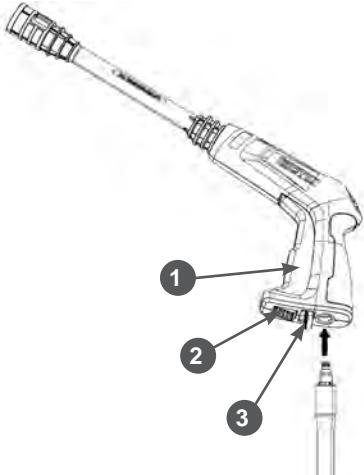
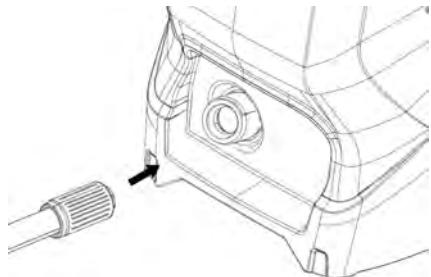

Рис. 4 Соединение пистолета и шланга высокого давления
Рис. 5 Подключение шланга высокого давления (HP3141)
5. С помощью быстроразъемного соединения подключите шланг высокого давления к пистолету (Рис. 4), будет слышен щелчок, когда он встанет на место. Чтобы отсоединить шланг высокого давления, нажмите фиксатор 3 на пистолете. Заблокируйте рычаг включения 1 фиксатором 3 от случайного включения (Рис. 5)
6. Подсоедините шланг высокого давления к выходному штуцеру (Рис. 5). Для этого конец шланга установите напротив выходного штуцера и прижмите к нему, гайку шланга крепко закрутите рукой по часовой стрелке.